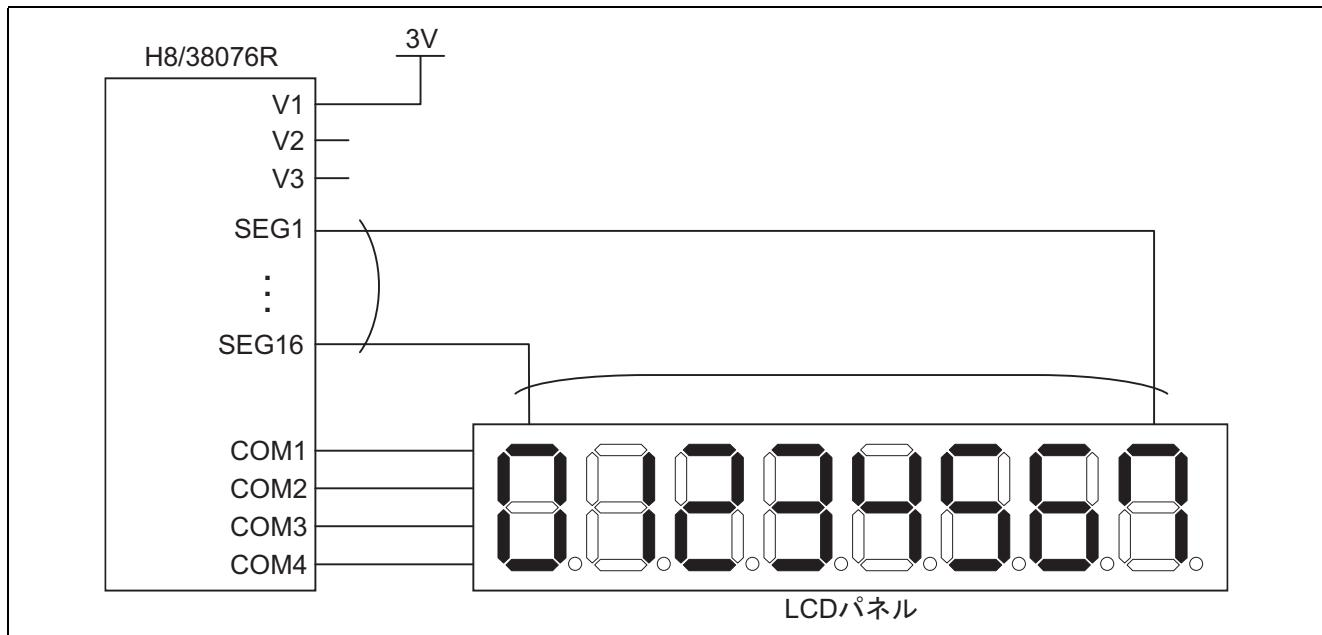

図 1 LCD パネル接続例
- 図 1 に H8 / 38076R と LCD パネルの接続例を示します。